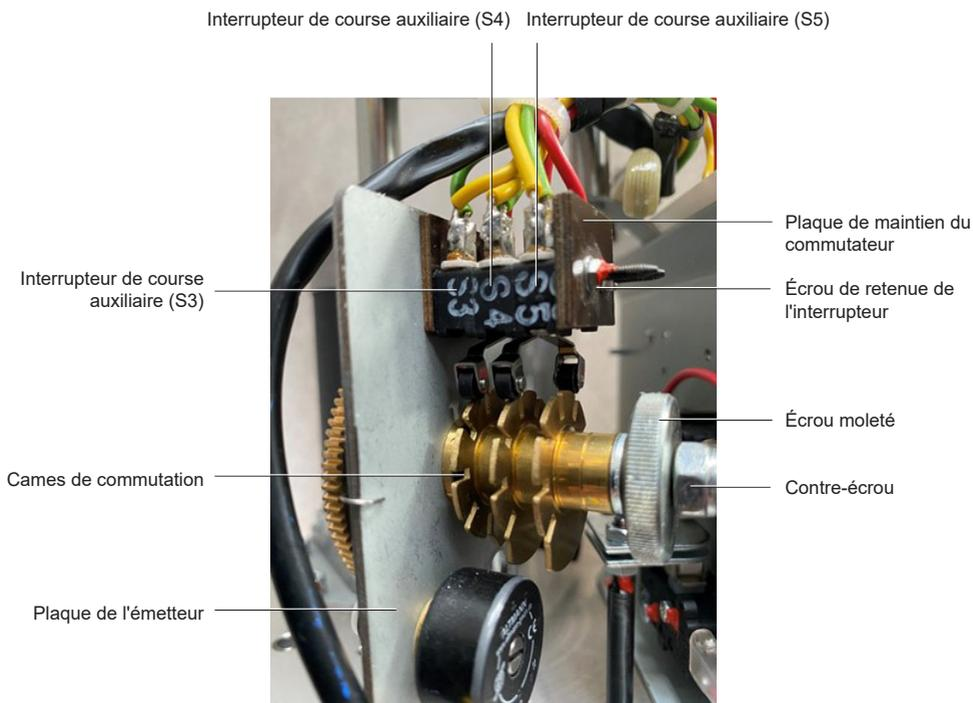

Fig. 10 Disposition de l'interrupteur de course auxiliaire (WE) (8 kN+)
- Voir la figure 10 pour l'orientation du produit